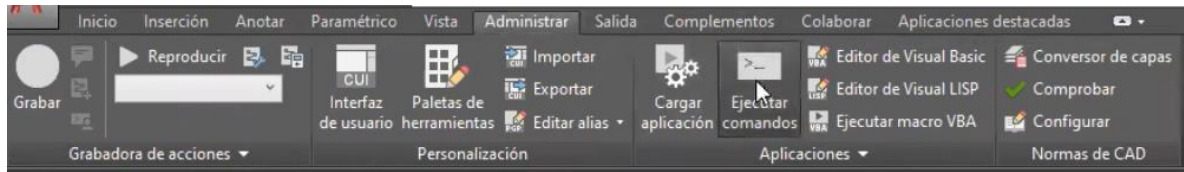

Figura 275. Menú.
22. Abrir un dibujo nuevo de AutoCAD y en menú Administrar, seleccionar la opción “Ejecutar comandos”. Buscar el archivo correspondiente a la práctica y abrirlo. Figura 275.